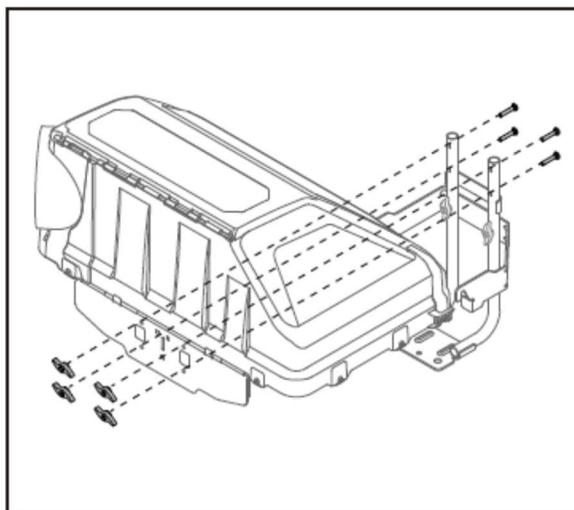

Fig. 9B
2. Ensamble el soporte del receptor de césped en el colector de césped con cuatro pernos y cuatro perillas de ala (Fig. 9B)